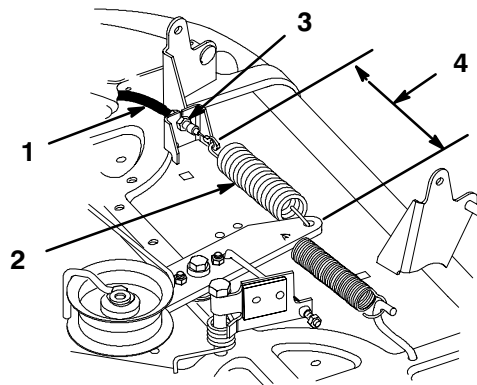

Figure 48
- Mettez le levier de commande de PdF en position embrayée sur le tableau de bord. Mesurez l'écart entre les crochets des extrémités du ressort de galet tendeur (Fig. 48). Réglez les contre-écrous si nécessaire pour obtenir un écart de 150 mm (Fig. 48).